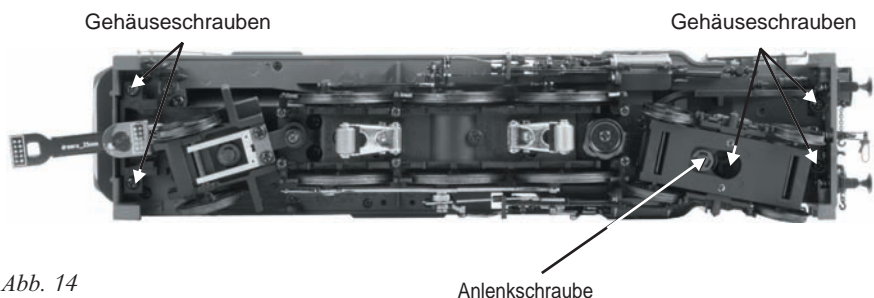

Abb. 14
- Des weiteren sind die Schwenkfürungen der Drehgestelle zu schmieren, um ein möglichst reibungsarmes Gleiten am Rahmen zu ermöglichen. Die entsprechenden Schmierstellen sind in Abb.. 14 aufgeführt.
Wird bei eingeschaltetem Rauchentwickler und ausreichendem Verdampferflüssigkeits-Vorrat wenig oder gar kein Rauch erzeugt, ist zu prüfen, ob das Dochtmaterial im Bereich des Heizelements verhärtet, dunkel verfärbt und somit nicht mehr saugfähig ist. Um den Rauchentwickler auszubauen, trennen Sie zuerst den Kessel von Rahmen (entfernen Sie die in Abbildung 14, Seite 40 gezeigten Befestigungsschrauben).